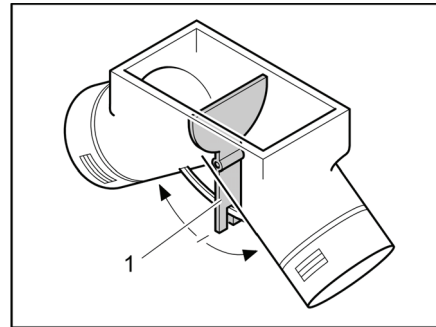

Bild 105 Umluftgebläse, Einstellklappe in Mittelstellung
In Mittelstellung verteilt sich die Warmluft gleichmäßig auf die beiden Warmluftausgänge. Der Bedienhebel (Bild 105,1) für die Einstellklappe ist unter der Bodenklappe im Kleiderschrank eingebaut.
- Bedienhebel (Bild 105,1) in Pfeilrichtung schieben, bis gewünschte Position erreicht ist.